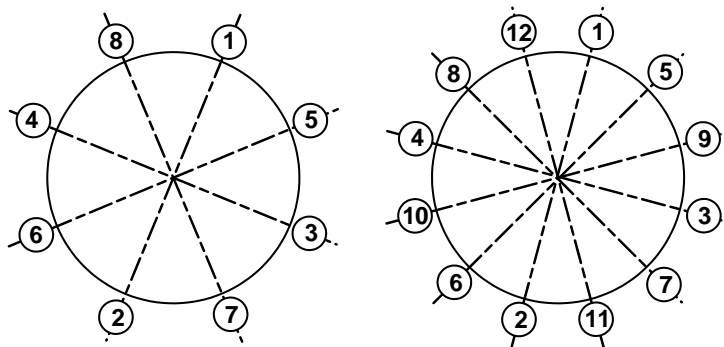

Рис.2. Очередность затяжки гаек на фланцах.
- 3.2.8. Затяжка гаек при установке ППР или имитатора в трубопровод должна производиться в очередности, обозначенной на рис.2, динамометрическим ключом с крутящим моментом не более, указанного в табл.2.